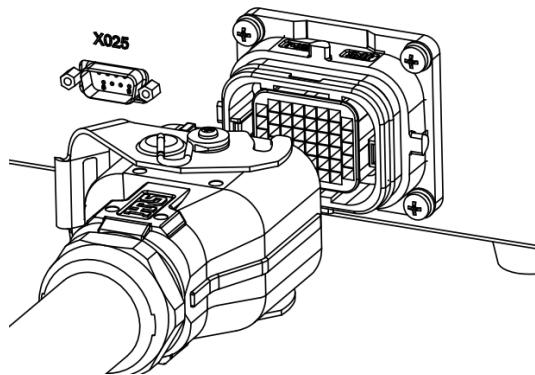

图 5-7 控制柜重载连接器接口
- 步骤2.** 连接控制柜，将重载线一端插头插进控制柜重载线连接口（见图 5-7），并扣紧锁扣。